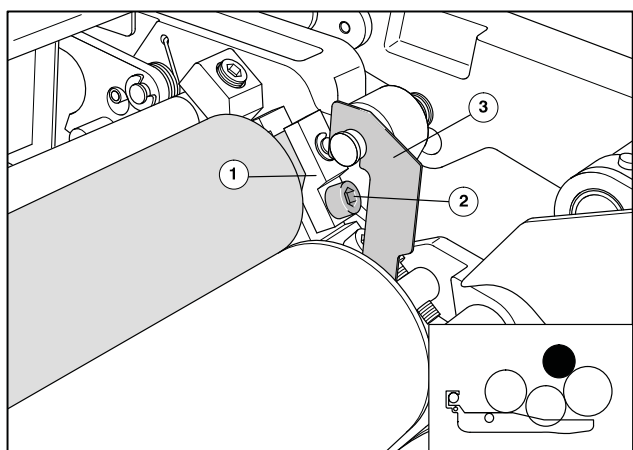

図16 水ならしローラの取り付け
- ③ キャップ(図16/①)をシャフトにかぶせてから、ホルセットネジ(図16/②)を締めて軸受けに固定します。
- ④ サイドシール(図16/③)を元どおりに取り付けます。
- ⑤ 版胴の上のガードを閉じます。